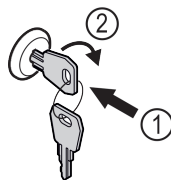

Fig. 67
- ▶ Introduceți cheia prin apăsare Fig. 67 (1).
- ▶ Rotiți cheia cu 90° în sensul acelor de ceasornic Fig. 67 (2).